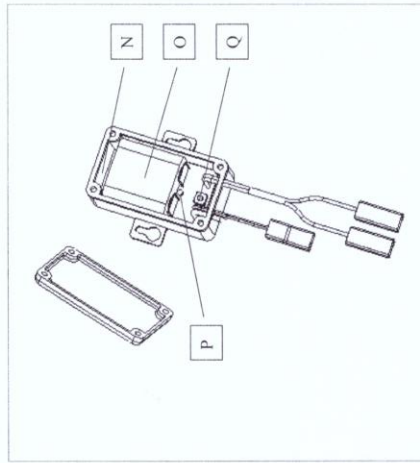

Рисунок 2. Ввод в эксплуатацию и установка рабочих параметров
Чувствительность можно регулировать с помощью кнопки (Q) на блоке управления (рис. 2). Светодиод мигает от 1 до 5 раз, в зависимости от заданной регулировки; на заводе-изготовителе установлено значение чувствительности 4, стандартное значение для обычной установки.